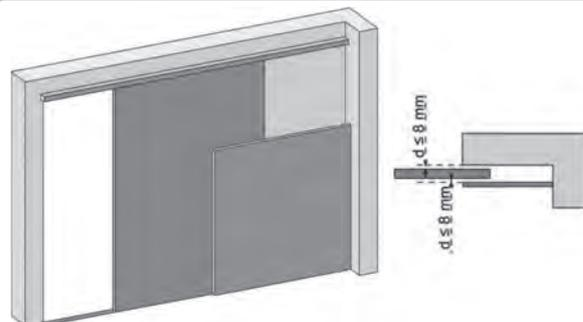
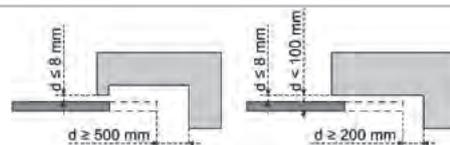

Abbildung 1 - Mechanischer Schutz
Abbildung 2 - Sicherheitsabstand
ZONE 2* Quetschgefahr an einem angrenzenden festen Bauteil	Hinderniserkennung durch den Antrieb. Es muss unbedingt geprüft und festgestellt werden, dass die Grenzwerte der Betriebskräfte und Reversierungszeiten gemäß Anhang A der Norm EN 12 453 eingehalten sind. Schutz durch eine mechanische Vorrichtung (siehe Abbildung 1) oder durch Sicherheitsabstände (siehe Abbildung 2)
2.1 Lieferumfang - Abb. 1
2.2 Anwendungsbereich - Abb. 2
Torart (Abb.2)
Torgröße (Abb. 2)